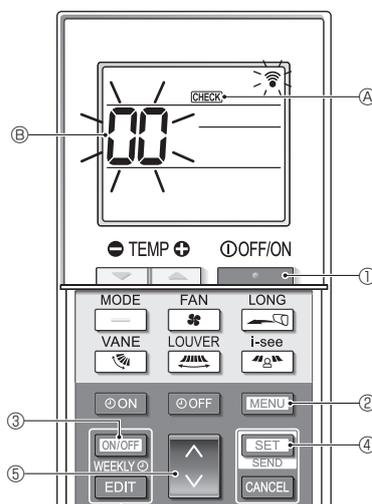

Fig. 7-6
■ Auto-vérification (Fig. 7-6)
- Appuyez sur le bouton ① pour arrêter le climatiseur.
- Si la minuterie hebdomadaire est activée (**WEEKLY** est affiché), appuyez sur le bouton ③ pour la désactiver (**WEEKLY** disparaît).
- Appuyez sur le bouton ② pendant 5 secondes.
- Appuyez sur le bouton ⑤ pour sélectionner l'adresse de réfrigérant (adresse M-NET) ⑥ de l'appareil intérieur pour lequel vous voulez effectuer l'auto-vérification.
- Appuyez sur le bouton ④.
- Appuyez sur le bouton ①.
- CHECK** ④ et l'adresse de réfrigérant (adresse M-NET) ⑥ s'éteignent et l'auto-vérification est terminée.